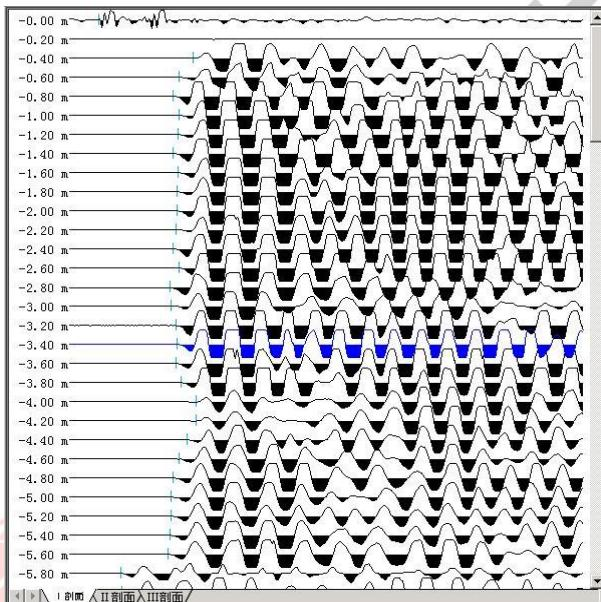

图 4.25 波形列表区
A) 波列窗口。用于显示当前检测面的波列及各个波形对应的深度。当鼠标在波列窗口中滑动时, 经过某一波形时该波形颜色变成蓝色, 且鼠标变成手形, 表示此波形处于可选状态, 此时如果单击鼠标左键, 则该波形颜色变成红色, 表示该波形被选中, 同时该波形显示在单波分析窗口中并可以对该波形进行分析, 通过选择窗口下面的标签, 可以在不同的几个检测面之间切换(如图 4.25)。